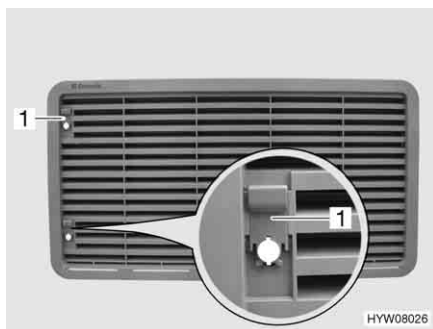

Fig. 135 Griglia di aerazione del frigorifero (con cursore)
- Spingere il cursore (Fig. 135,1) verso l'alto.